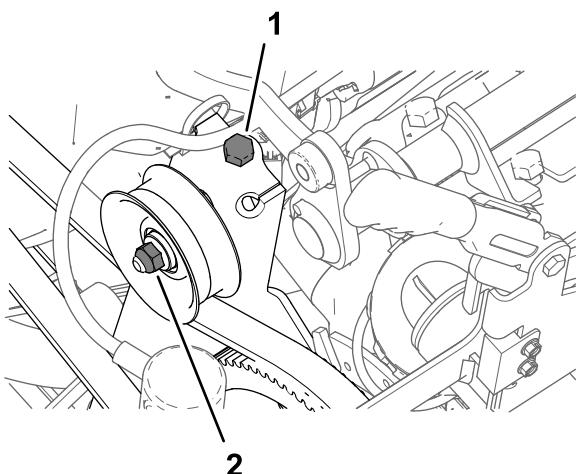

Figura 178
1. Allentate il dado per l'albero della puleggia tendicinghia (Figura 178).
2. Ruotate il bullone di tensione della cinghia per eliminare la tensione dalla cinghia della pompa di irrorazione (Figura 178).